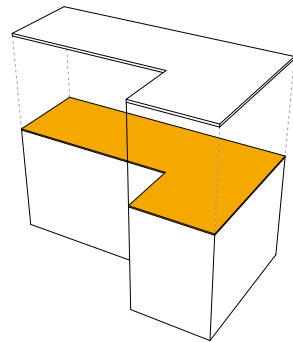

fig. 2
■ **6 mm**: nous recommandons l'utilisation d'un support rigide en polypropylène à particules (ou similaire) développé sur la surface du contour du plan (fig. 2). Afin de combler les différences d'expansion potentielles entre les deux éléments, il est préférable d'utiliser un adhésif élastique;